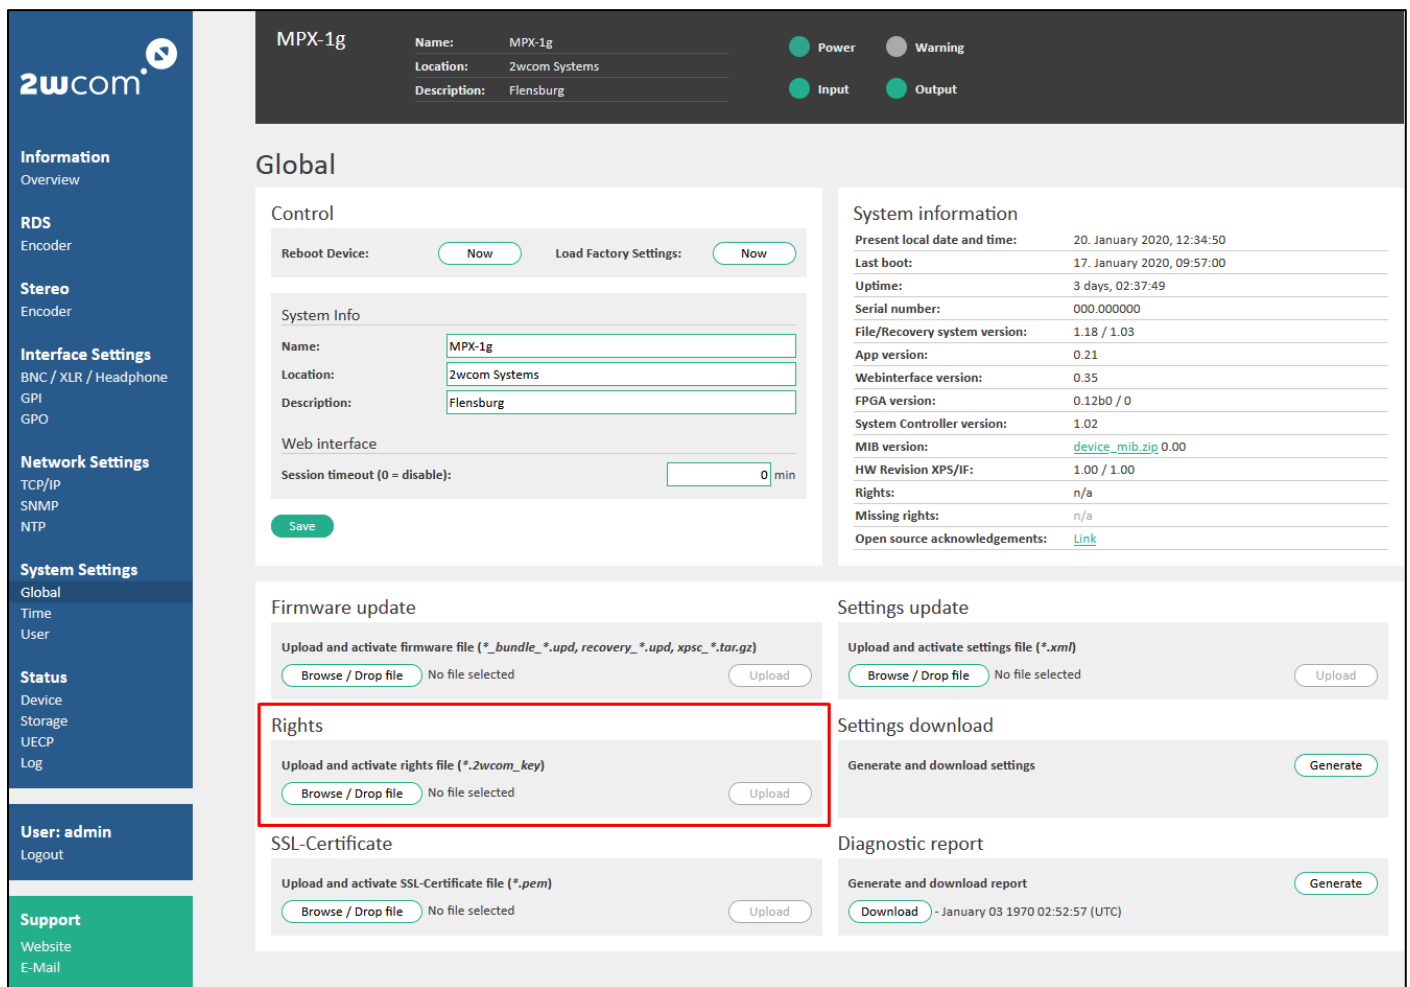

Abbildung 47: Hochladen und Aktivieren der Rechtedatei
2. Klicken Sie im Block „Rights“ auf die Schaltfläche „Browse/Drop file“, um den „Öffne-Datei“-Dialog des Betriebssystems aufzurufen (s. Abbildung 47).